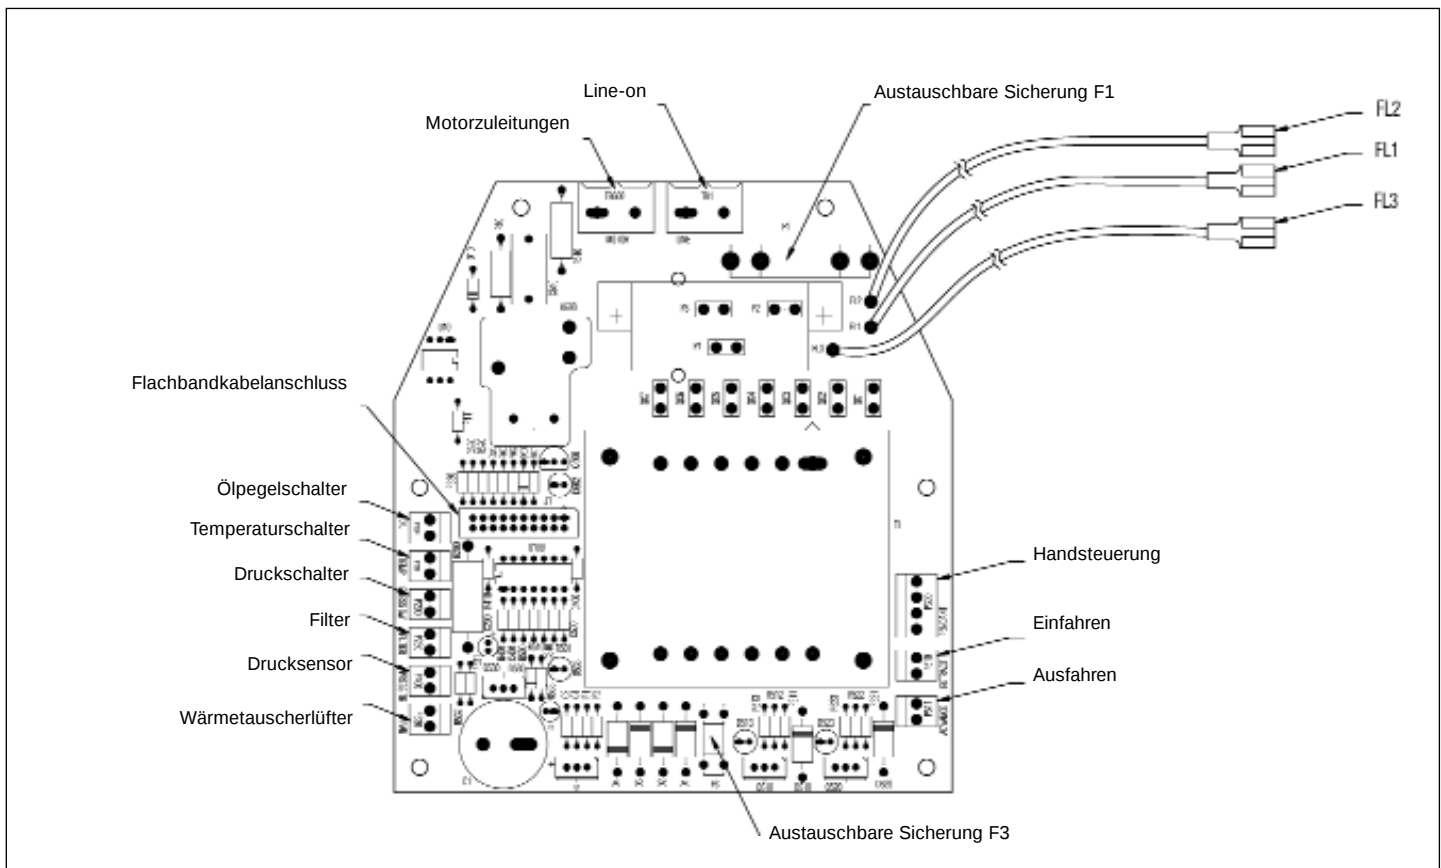

Abb. 12, Konfiguration der elektrischen Stromplatine
Der Drucksensor, Wärmetauscher, Druckschalter, Handsteuerungs-/Fußschalter und die Magnetventile (A) und (B) werden mit Anschlüssen geliefert, die in die entsprechenden Buchsen auf der elektrischen Stromplatine gesteckt werden können (Abb. 12).
Trennen Sie das Gerät von der Stromversorgung, bevor Sie das Gehäuse öffnen. Entfernen Sie die LCD-Gehäusehaelfte halb und einen kleinen Abdeckstopfen vom Frontblech. Verlegen Sie den Draht durch das Frontblech, schließen Sie die Stromplatine an (siehe Abb. 12) und befestigen Sie die Zugentlastung. Montieren Sie LCD-Gehäusehaelfte.
Trennen Sie das Gerät von der Stromversorgung, bevor Sie das Gehäuse öffnen. Entfernen Sie das LCD-Gehäuse halb und einen kleinen Abdeckstopfen von der vorderen Klemme. Verlegen Sie den Draht des Druckschalters durch die vordere Klemme, schließen Sie die Stromplatine an (siehe Abb. 12) und befestigen Sie die Zugentlastung.